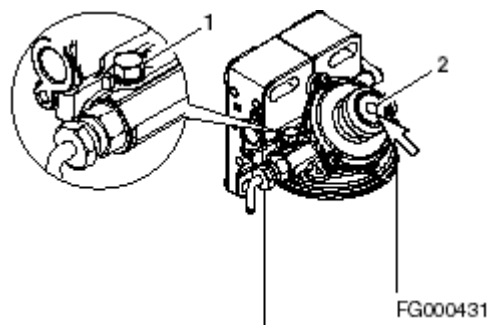

Рисунок 72
2. Ослабьте штуцер (1, Рисунок 72), расположенный на держателе фильтра предварительной очистки топлива.
3. Используйте ручной насос подкачки, расположенный на фильтре предварительной очистки топлива (2, Рисунок 72). При помощи насоса осуществляйте прокачку, пока в сливном отверстии, расположенном на держателе фильтра предварительной очистки, не останется топлива.
4. Затяните штуцер (1, Рисунок 72), расположенный на держателе фильтра предварительной очистки топлива.